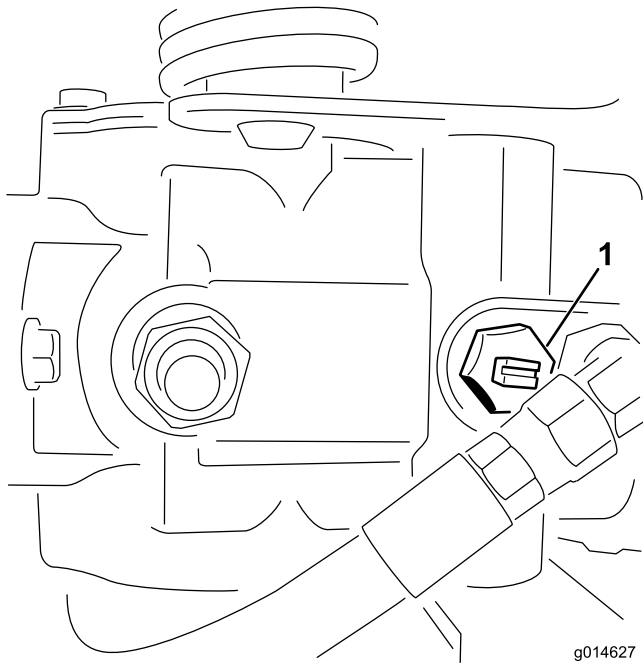

Bild 39
1. Ermitteln Sie das Sicherheitsventil an der Pumpe und drehen es so, dass der Schlitz vertikal ist (Bild 39).
2. Schließen Sie vor dem Starten des Motors das Sicherheitsventil. Drehen Sie den Schlitz des Ventils in die horizontale Stellung (Bild 39). Starten Sie den Motor nie, wenn das Ventil noch offen steht.